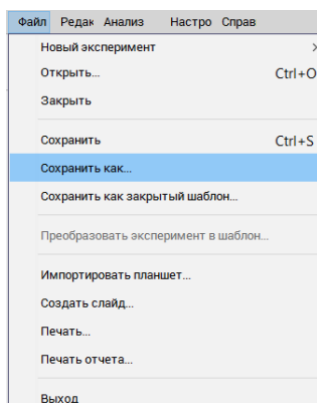

Рисунок 57
18. В верхнем меню выбрать «**Файл**» → «**Сохранить как**» (рисунок 57).